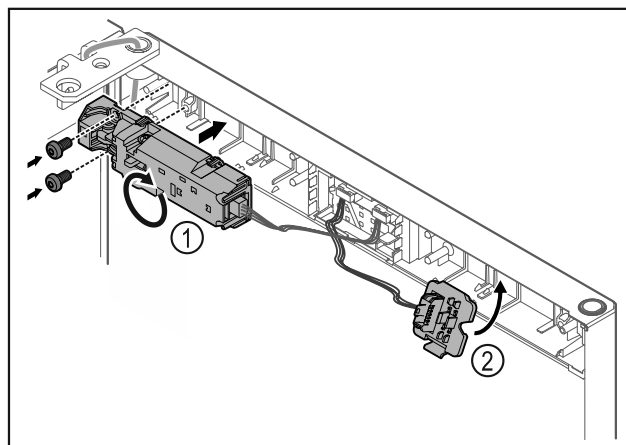

Fig. 19
- ▶ Поверніть дистанційний замок Fig. 19 (1) на 180° і закріпіть на протилежній стороні.
- ▶ Зафіксувати кріплення штекера Fig. 19 (2) на протилежній стороні.